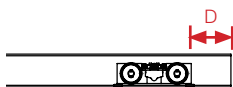

Figura 2: Carrello in posizione di montaggio/smontaggio
- Collegare i connettori al cavo del caricabatterie del sollevatore, Figura 2.
- I. Determinare la posizione sulla guida in cui potrà essere montato e smontato il sollevatore. **NOTA!** La distanza D in Figura 2 dall'estremità della guida al carrello dipende dal tipo di finecorsa utilizzato, vedere Tabella 1.
- 2) Accertarsi che il lamierino del caricabatterie si muova verso l'interno e l'esterno quando viene applicata la pressione, vedere Figura 2.